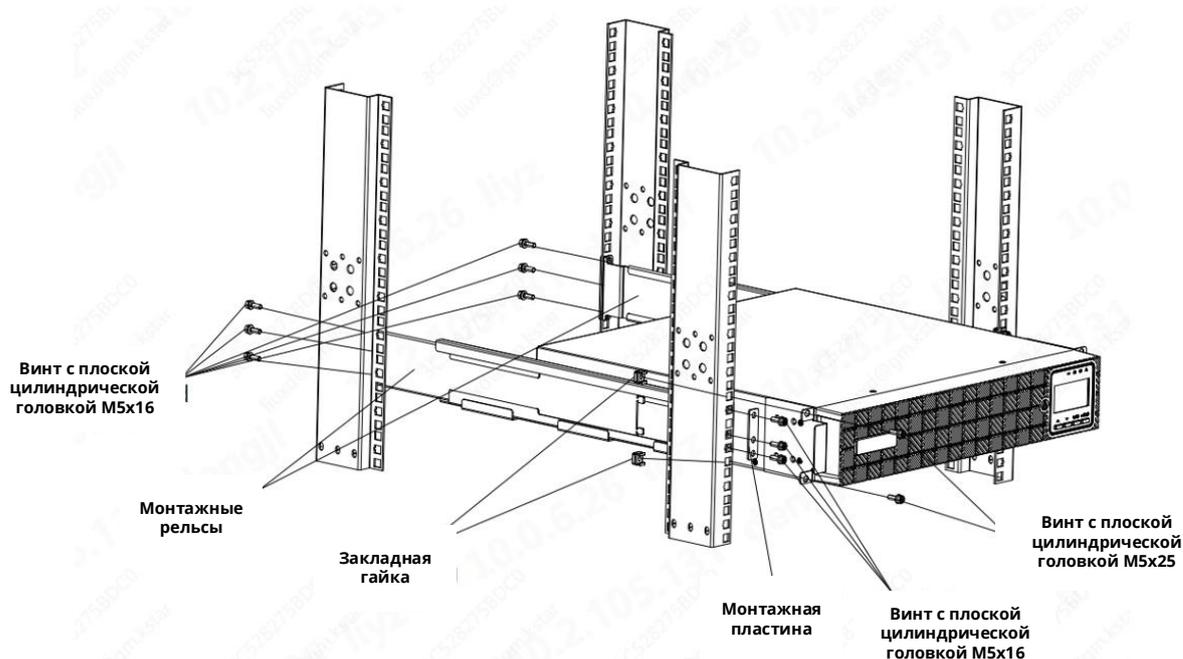

Рисунок 9-1. Установка направляющих
1. Выберите подходящее место в стойке для размещения ИБП (см. Рисунок 9-1). Направляющая занимает четыре позиции спереди и сзади стойки.